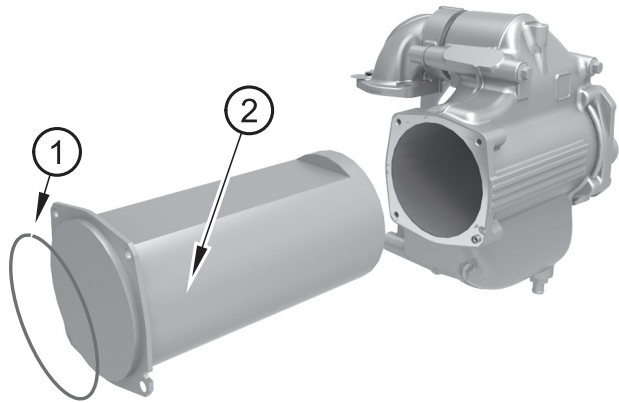

Figure 25
1. Déposez le joint torique (figure 25, repère 1) et le faisceau tubulaire (repère 2).